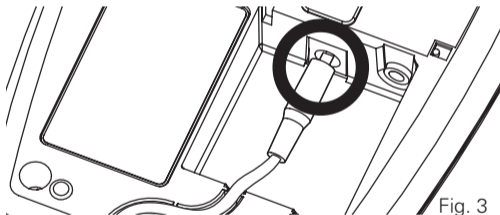

Fig. 3
6. Plug de stroomkabel in de Strobe. Leid de draad door de bedradingsgeleider (Fig. 3).